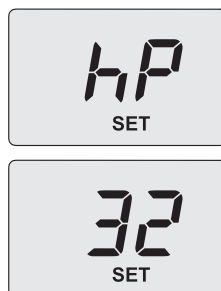

Figura 9.13
- Utilizzare i tasti 14 o 15, sul display LCD le lettere **hP** si alternano con il valore di temperatura minimo dell'acqua di riscaldamento (es. **32**) e compare la scritta "**SET**", indicanti l'entrata nell'attivazione della "funzione spazzacamino" alla potenza minima in riscaldamento (Figura 9.13).